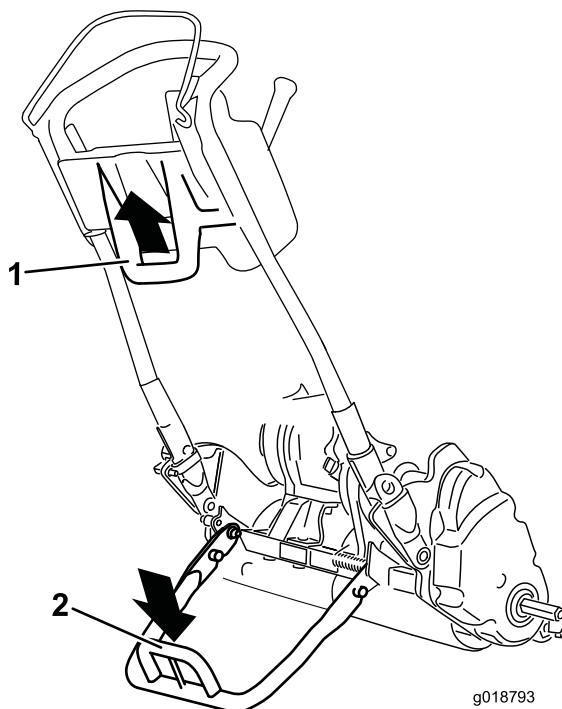

Bild 22
- Wenn Sie den Ständer zur Montage der Transporträder verwenden, senken Sie ihn auf den Boden ab, treten auf die Ständerschleife und ziehen den unteren mittleren Holm gleichzeitig nach oben und hinten (Bild 22).